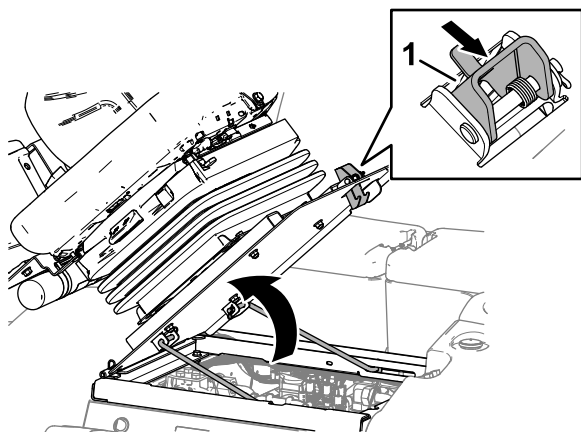

Figura 96
1. Mueva el enganche del asiento hacia fuera (Figura 96).